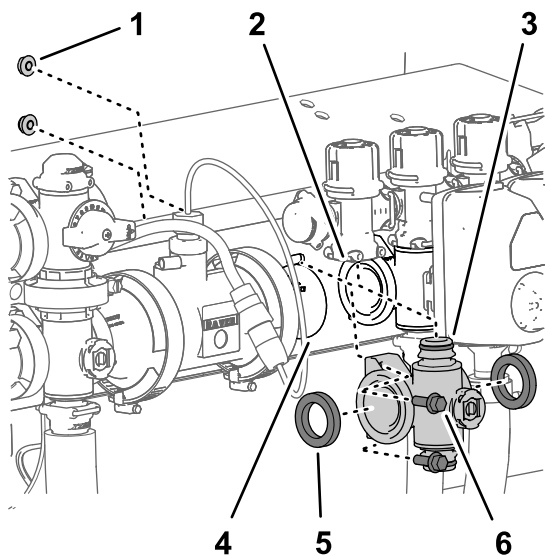
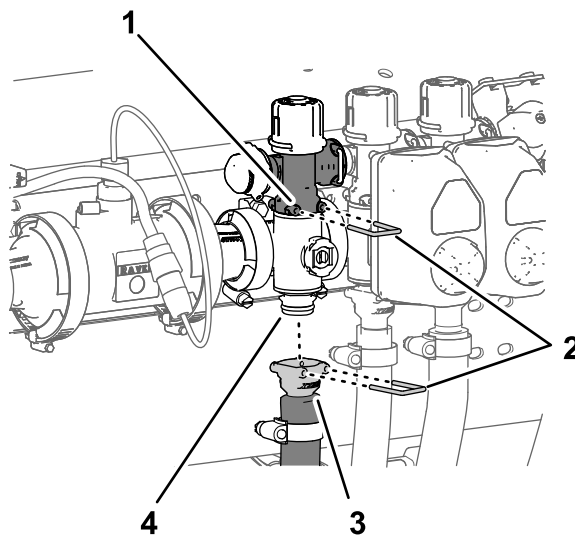

Рисунок 132
Рисунок 133
1. Совместите 2 прокладки, снятые при выполнении действий, описанных в разделе Демонтаж коллекторного клапана секции \(страница 98\), с фланцами коллектора клапана секции (Рисунок 132).
2. Совместите фланец коллектора клапана секции с фланцами другого клапана секции (клапанов секций) и/или переходного соединителя (Рисунок 132).
3. Вставьте быстроразъемный штуцер коллектора клапана секции в быстроразъемное гнездо перепускного клапана секции и зафиксируйте с помощью штифта быстроразъемного соединения (Рисунок 132 и Рисунок 133).
опору клапана (Рисунок 132) с помощью 2 болтов с фланцем (1/4 x 3/4 дюйма) и 2 фланцевых контргаек (1/4 дюйма), снятых при выполнении действий, описанных в разделе Демонтаж коллекторного клапана секции (страница 98).
8. Установите быстроразъемный соединитель шланга секции на быстроразъемный штуцер коллектора клапана секции и зафиксируйте при помощи штифта быстроразъемного соединения (Рисунок 133).